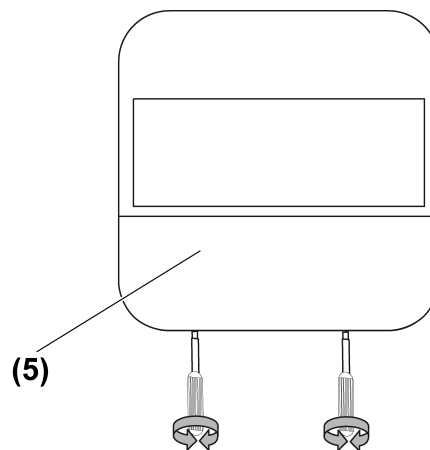

Bild 15: Demontage Schiebeschalter
- Abdeckung des Schiebeschalters (5) abnehmen (Bild 15).
- Abdeckung des Schiebescharters (5) abnehmen (Bild 15).